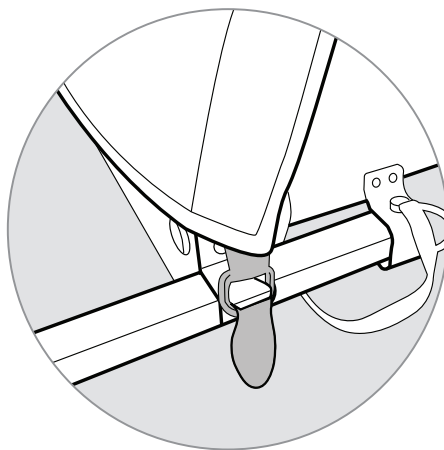

Figure 19
1. Faites glisser les anneaux en D du cache sur les angles à crochet des réceptacles de la barre de remorquage (Figure 19).